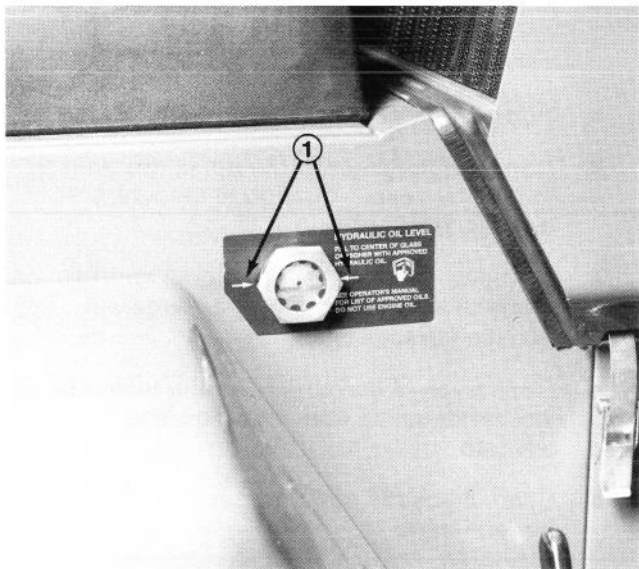

Fig. 6
1. Guardare la spia di livello (Fig. 6). Se l'olio è caldo, il livello deve essere tra le frecce; quando l'olio è freddo, il livello deve essere tra mm.6,35 e mm.12,7 sotto le frecce.